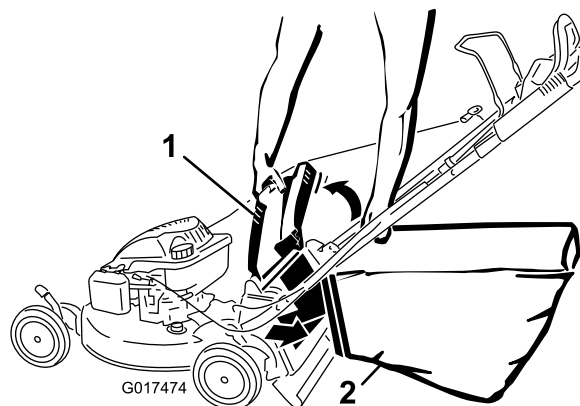

Figura 26
4. Cuelgue el extremo superior delantero de la bolsa de las muescas (Figura 26).